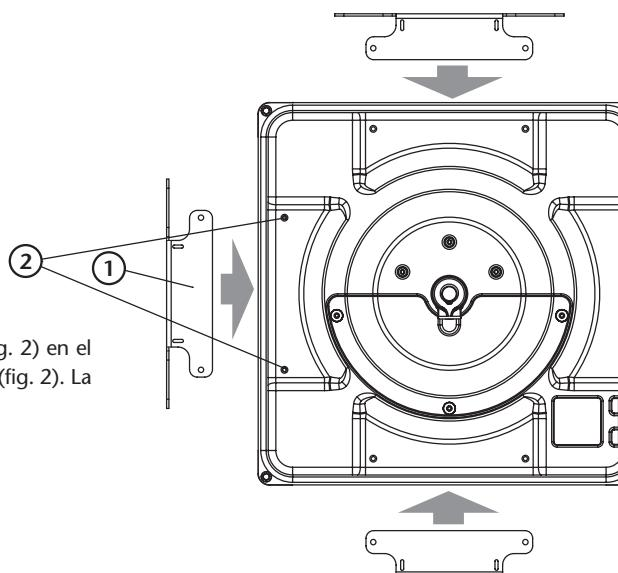

Fig. 2
1. Para posicionar el enrollador, primero Monte la base (1) en el lateral deseado. Para ello, utilice los tornillos roscachapa (2) (fig. 2). La base se puede montar en 3 posiciones diferentes (fig. 2).